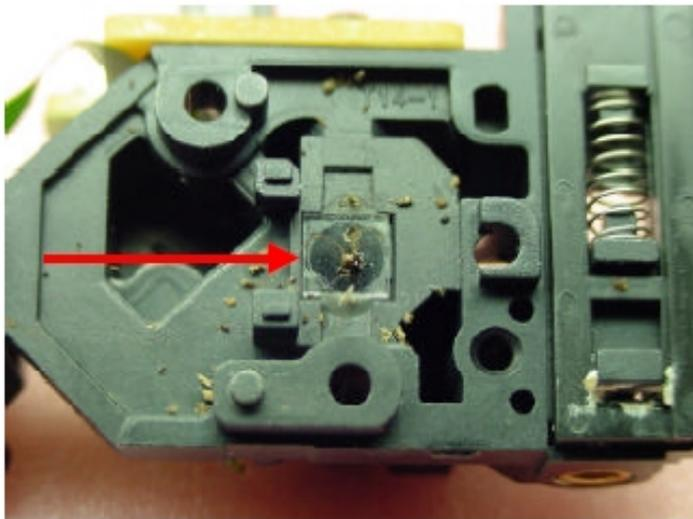
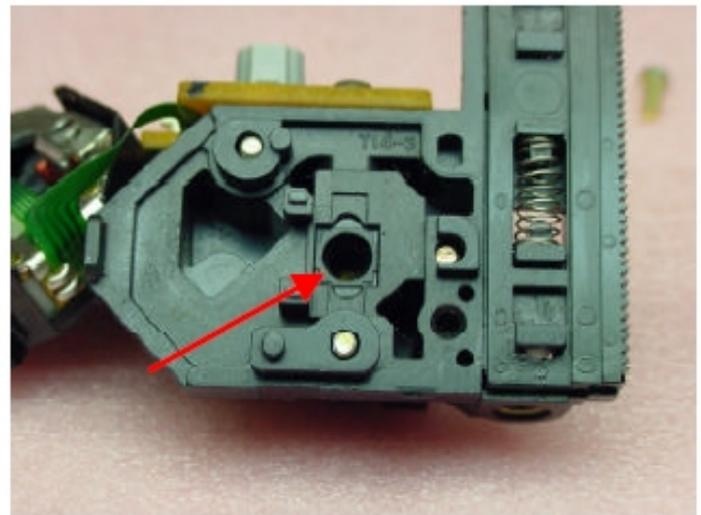

Fig 3
Fig 4
2) Limpar com algodão (pode-se utilizar cotonete fino) o filtro (fig 3 e 5) ou o prisma (fig 4 e 6) no bloco do laser. Note que podem existir dois tipos de bloco do laser com ou sem filtro. Referente ao bloco sem filtro, introduza o algodão no orifício.